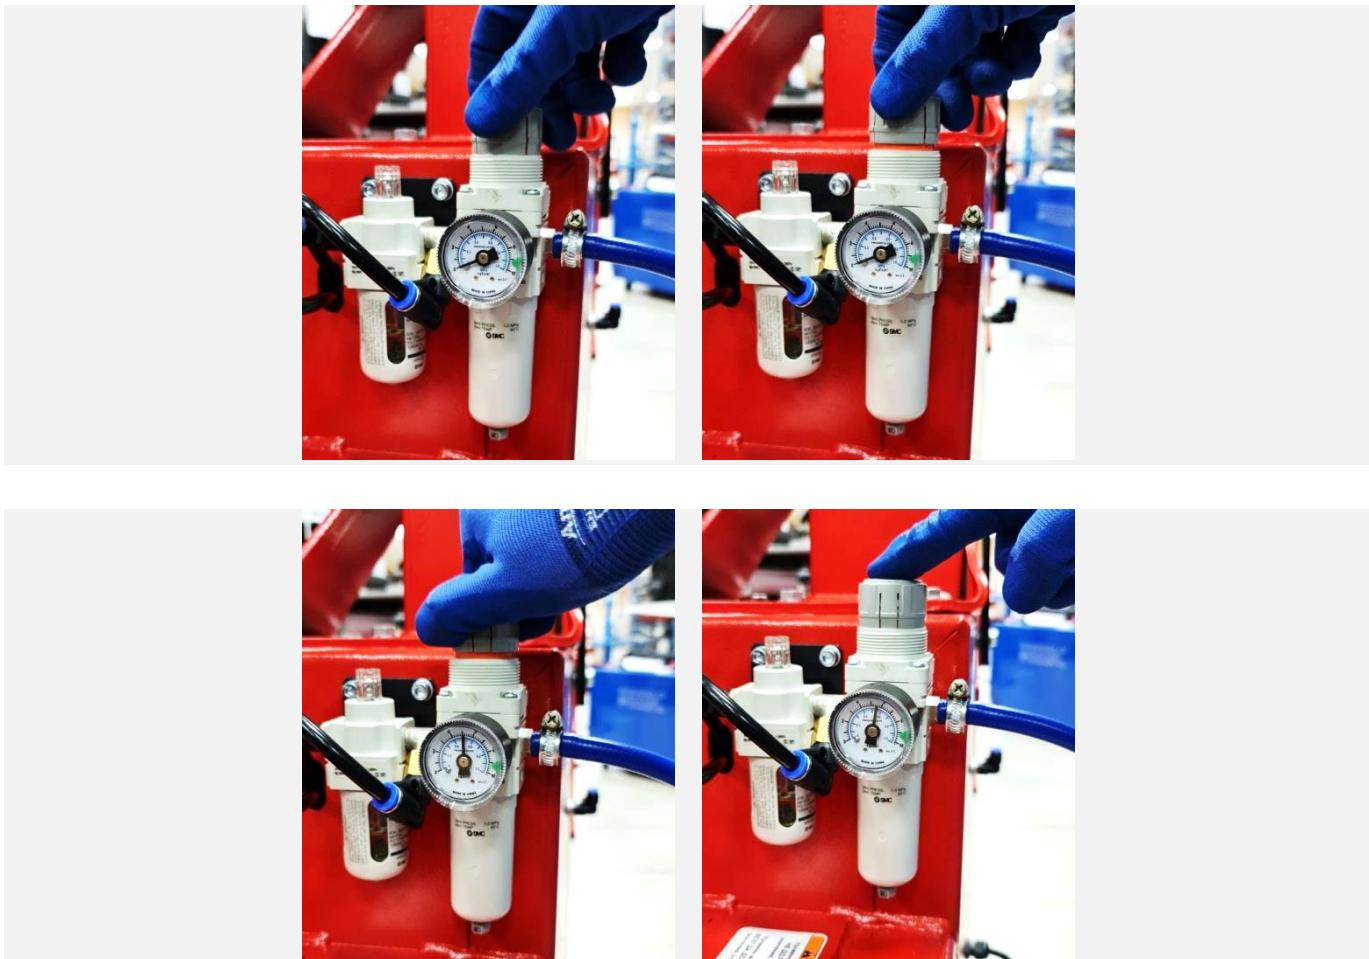

Рисунок 27
**7.6.2** Выполнить регулировку давления сжатого воздуха в пневматической системе станка. Для этого поднять колпачок регулятора вверх (см. **Ошибка! Источник ссылки не найден.27**) и, плавно вращая регулятор, установить давление равным 10 бар по показаниям манометра на блоке подготовки воздуха. Заблокировать регулятор давления, опустив колпачок (см. Рисунок 27).